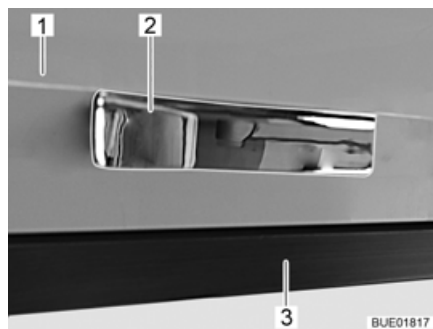

Fig. 72 Abattant de placard avec déverrouillage par pression
- Appuyer l'abattant de placard (Fig. 72,1) avec la poignée (Fig. 72,2) contre le corps de l'armoire (Fig. 72,3). L'abattant de placard est déverrouillé.